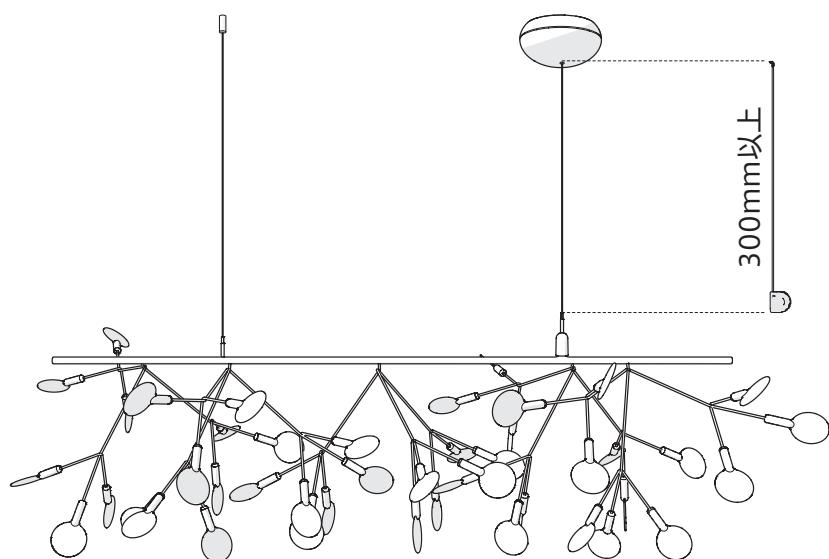

図12
12. 本体側の「- (黒ラベル)」の電源コードを電源コード押さえに通し、5cm以上の余裕をとって長さを調整後、六角レンチM4 (別途用意) で電源コード固定ネジを締めて固定します。 (図12)